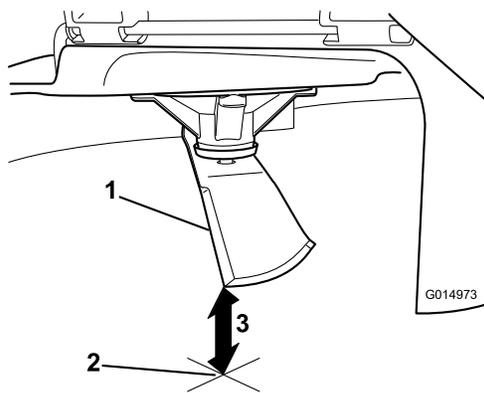

Рисунок 63
- Измерьте расстояние от конца ножа до плоской поверхности (Рисунок 63).